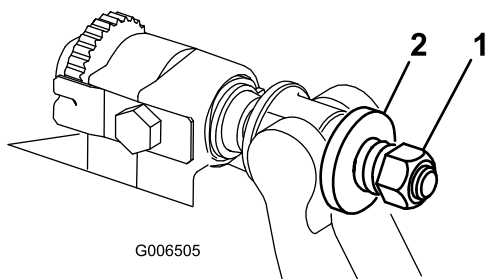

Figura 30
4. Serrate il dado di tensione della molla finché la molla non si schiaccia, quindi allentate di 1/2 giro (Figura 30).